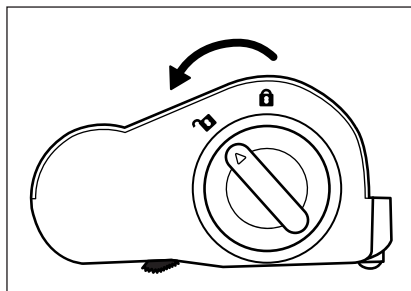

Fig. 26
- 2) Déverrouillez le rouleau brosse **20** en faisant tourner le dispositif de déverrouillage du rouleau brosse **19** vers le symbole  (ouvrir) (voir fig. 26).